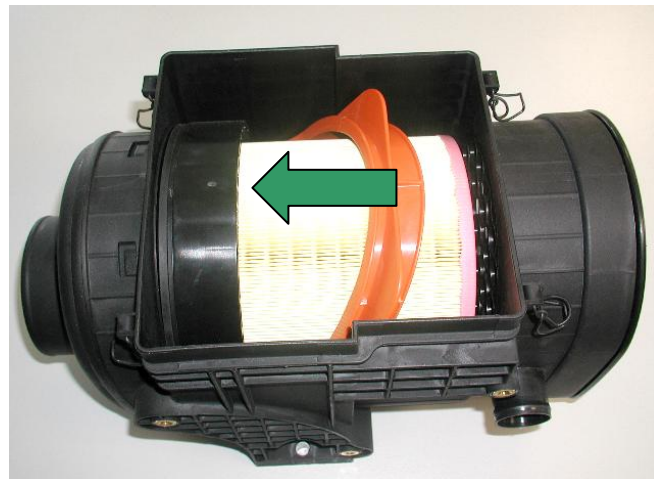

Bild 4 Rahmen Hauptfilterelement entriegeln
- Den roten Spannbügel in Richtung „Unlock“ klappen (s. Bild 4).